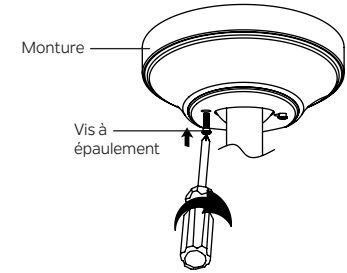

Fig. 16
**Étape 2.** Assemblez l'auvent en tournant la fente de la clé dans l'auvent sur la vis à épaulement dans le support de montage. Réinstallez la vis à épaulement précédemment retirée, puis resserrez fermement les deux vis à épaulement. (Fig. 16)